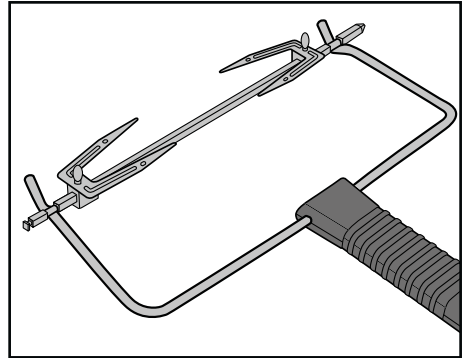

Fig. 3: Engate a pinça **12** no espeto rotativo **16**.
- Para retirar o espeto rotativo **16** quente, utilize o gancho colocando-o nas cavidades da extremidade da pinça **12** no espeto rotativo **16** (fig. 3):